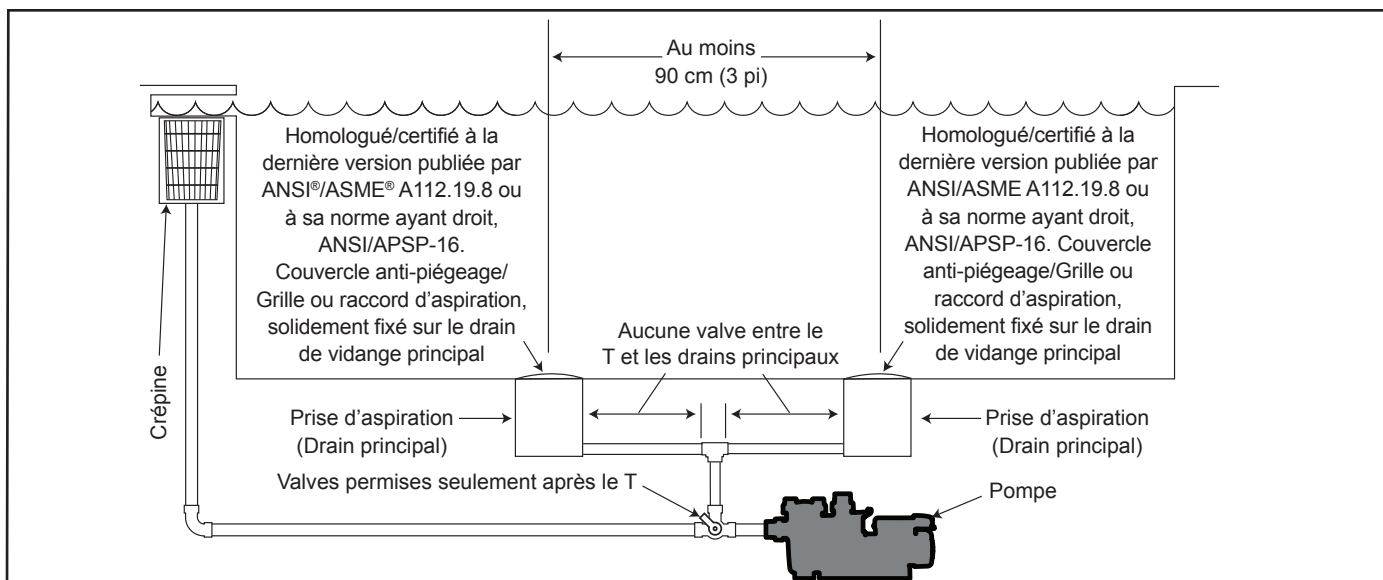

Figure 1. Nombre de prises d'aspiration par pompe
Nombre de prises d'aspiration par pompe : Fournir aux moins deux (2) prises d'aspiration hydrauliquement équilibrées avec les couvercles, comme prises d'aspiration pour chaque conduite d'aspiration de pompe. Les centres des prises d'aspiration sur n'importe quelle conduite d'aspiration doivent être à au moins 90 cm (3 pi) de distance, centre à centre. Voir la Figure 1.
Le système **doit** être construit pour inclure au moins deux (2) prises d'aspiration (drains) raccordés à la pompe lorsqu'elle fonctionne. Cependant, si deux (2) prises d'aspiration deviennent une seule conduite d'aspiration, celle-ci peut être dotée d'une valve qui arrête les deux prises d'aspiration de la pompe. Le système sera construit de manière à ne pas permettre un arrêt séparé ou indépendant ni l'isolation de chaque drain. Voir la Figure 1.